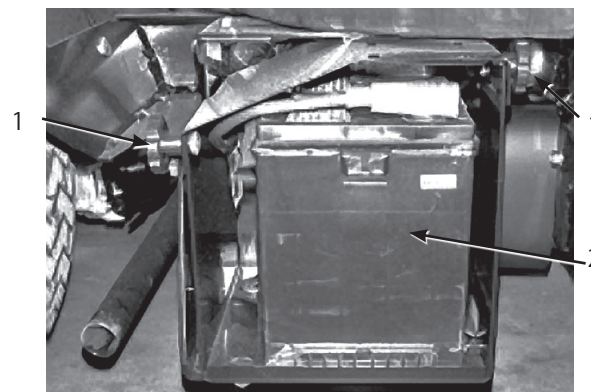

図60
2. バッテリー・ボックスのノブ (図60) をゆるめ、カバーを外す。
3. バッテリー押さえを元通りに取り付ける(図60)。
4. バッテリーカバーを元どおりに取り付けノブ(図60)で固定する。
1. バッテリー・ボックスのノブ(図60)をゆるめ、カバーを外す。